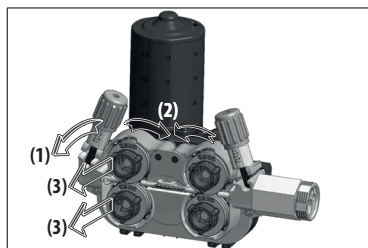

Figure 9 : Retrait des Galets de Dévidage
- Lorsque vous devez remplacer les poulies de dévidage, tirez la vis de réglage de la pression vers vous (1) pour ensuite retirer les couvercles supérieurs (2) et enlever les poulies présentes (3). (Figure 9)